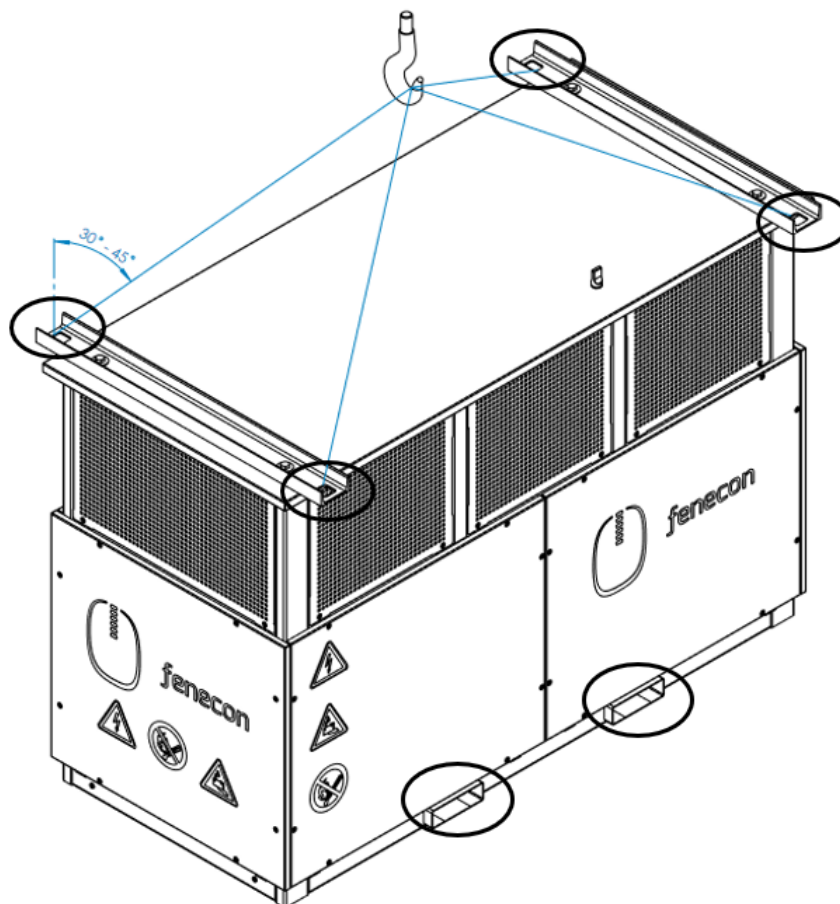

Abbildung 30. Gabelstapler- und Kranaufnahme Punkte
- Für den korrekten Transport muss ein Winkel von 30° - 45° der Anschlagmittel zur Vertikalen eingehalten werden. (vgl. Abbildung 30: Gabelstapler- und),
- Für den korrekten Transport muss ein Winkel von 30° - 45° (vgl. Abbildung 30: Gabelstapler- und) eingehalten werden.